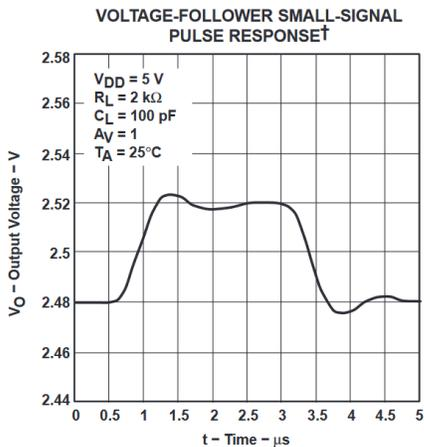

图 5-23.
- 负载以何为基准。当负载以任一电源轨为基准时，不会发生这种情况。仅当输出信号通过负载基准点摆动时才会发生失真。图 5-23 展示了两种  $2\text{k}\Omega$  负载情况。第一种负载情况显示了当  $2\text{k}\Omega$  负载连接到  $2.5\text{V}$  时出现的失真。图 5-23 中的第三种负载情况显示连接到  $0\text{V}$  的  $2\text{k}\Omega$  负载没有失真。
- 负载电阻。随着负载电阻增加，输出端的失真会减少。图 5-23 显示了  $2\text{k}\Omega$  负载和  $100\text{k}\Omega$  负载 (两者都连接到  $2.5\text{V}$ ) 在输出端的差异。